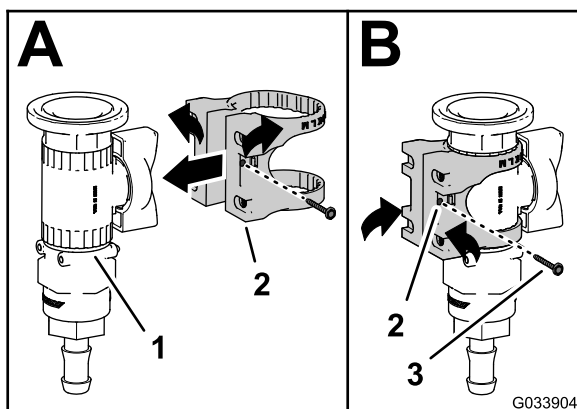

Figura 27
1. Monte el soporte de la válvula en la válvula de control, según se muestra en Figura 27, A.
- Sujete el soporte de la válvula a la válvula de control con el tornillo con arandela prensada (N.º 6), y apriete el tornillo a mano (**Figura 27, B**).